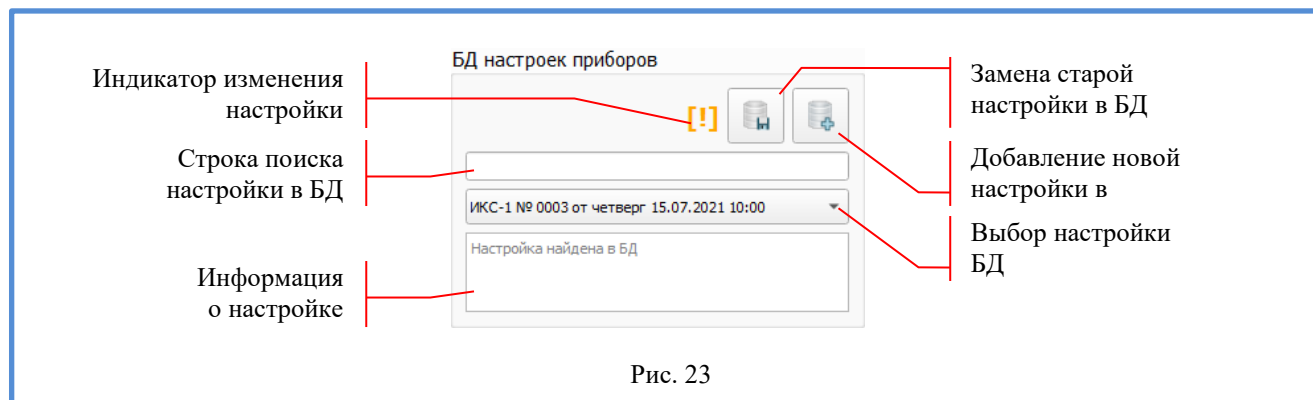

Рис. 23
4.2.8.1.4 Поле «База данных с настройками», рис. 23